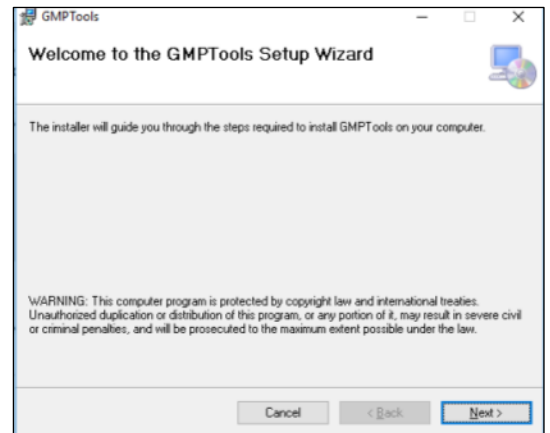

Abb. 2.5
- Akzeptieren Sie die vom Computer angeforderten Berechtigungen, dann erscheint der Bildschirm des Installationsassistenten (Abb. 2.5).